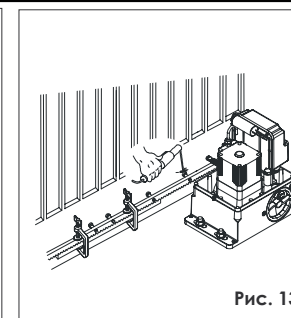

Рис. 13
5. Присоедините еще один реечный элемент вплотную к предыдущему, используя часть рейки (как показано на рис.13) соотнесите зубья этих двух элементов.